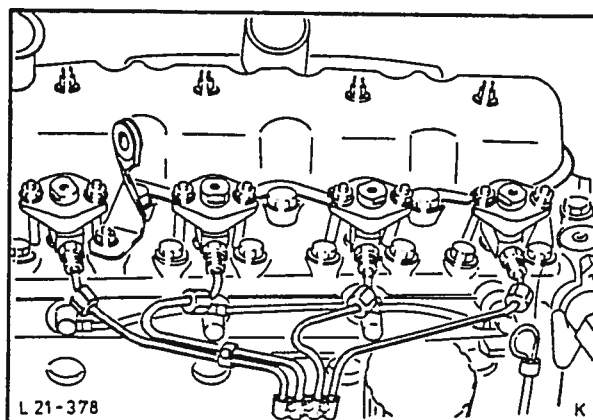

Fig. 4 Skru av innsprøytningsrørene.
3. Skru av innsprøytningsrørene med en vanlig åpen fastnøkkel (17 mm), fig. 4. Demonter oljereturroret fra dyseholderne.